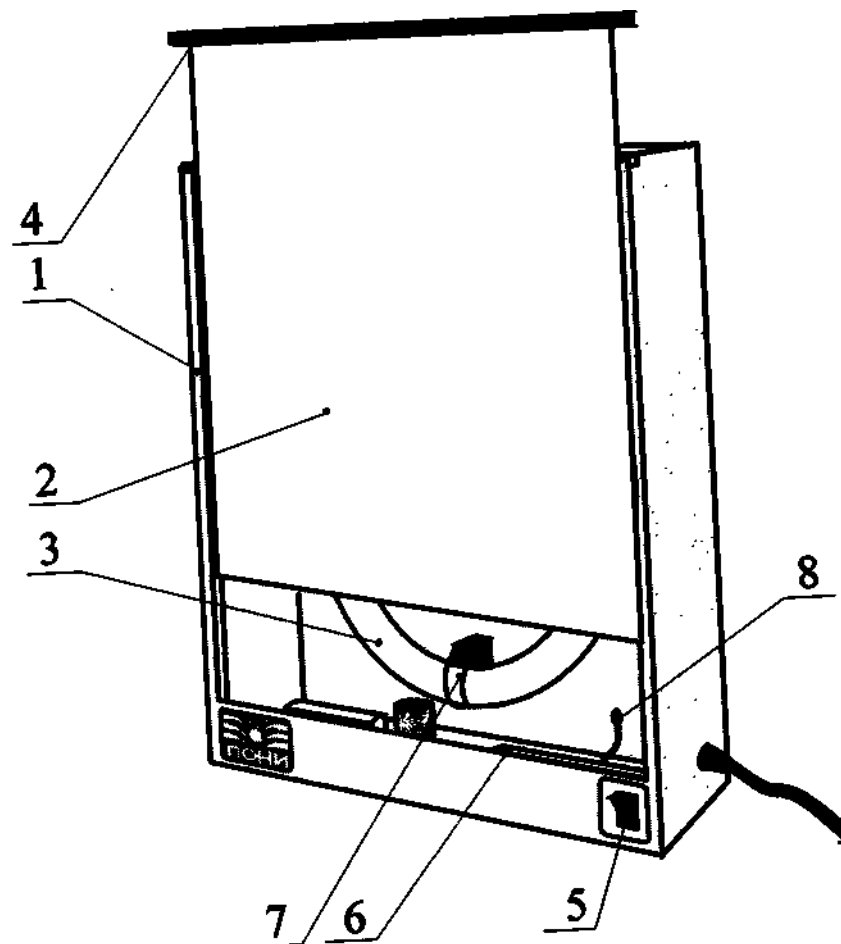

Рис. 1. **Общий** вид негатоскопа общего назначения **HP1-01**
5.1.1 Негатоскоп (рис. 1,2) конструктивно выполнен в виде прямоугольного металлического корпуса 1 с установленным в нем молочно-белым экраном 2. Негатоскоп можно устанавливать на горизонтальную поверхность, для чего на нижней стороне корпуса предусмотрены пластмассовые опоры, или располагать на стене, используя для этого крепежные отверстия, выполненные на задней стенке изделия.
- 7.2 Для замены предохранителей извлечь сетевой шнур из розетки, удалить молочно-белый экран. Открутив крепежные винты, снять защитный кожух 6 (рис.1) и заменить предохранители, расположенные на плате в пружинных клеммах. Сборку производить в обратной последовательности.